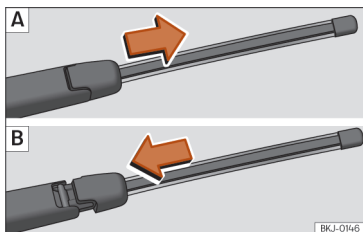

Abb. 43 Heckwischerblatt abnehmen und einsetzen.
- Schieben Sie den Wischerblattadapter in Pfeilrichtung und ziehen Sie das Wischerblatt ab » » Abb. 43 A.
- Neues Scheibenwischerblatt **gleicher Länge und Ausführung** wie in » » Abb. 43 B gezeigt aufstecken und den Adapter schieben, bis er einrastet.